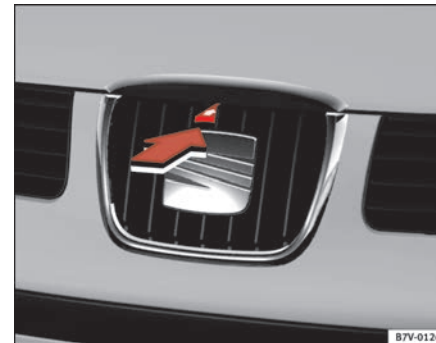

Abb. 138 Ausschnitt aus dem Kühlergrill: Öffnen der Motorraumklappe ▶
- Heben Sie die Motorraumklappe etwas an und drücken Sie den Entriegelungsknopf ⇒ Seite 219, Abb. 138 in Pfeilrichtung.